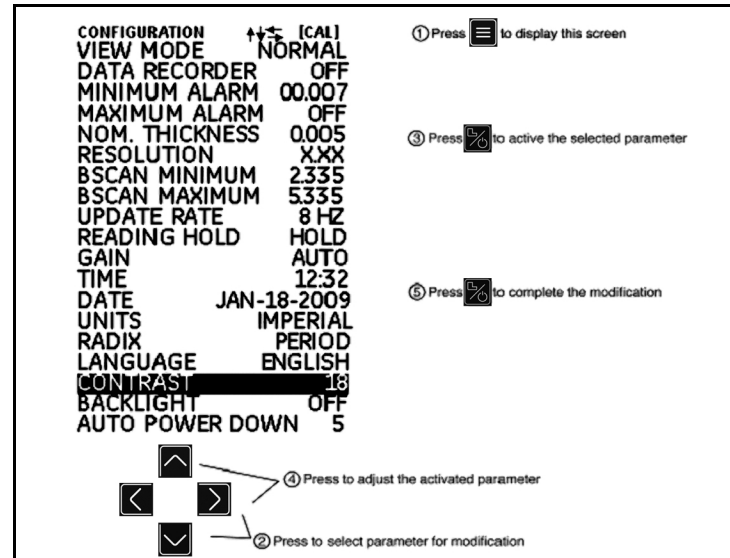

Figure 9 : Le menu Configuration
Avant d'utiliser le DM5E, il faut programmer les paramètres listés à la page suivante dans l'écran d'affichage *Configuration* (voir *Figure 9*) comme suit :
1. Appuyez sur  pour accéder à l'écran *Configuration* (voir *Figure 9 à la page 21*).
1. Appuyez sur  pour accéder à l'écran *Configuration* (voir *Figure 9* à la page 21).